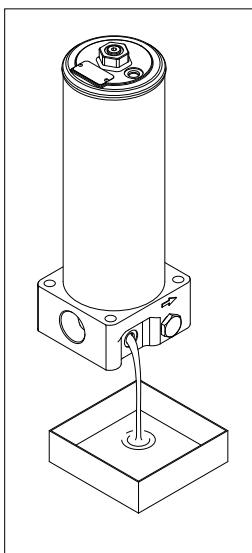

fig. 15
- (Fig. 15) Drenare il fluido di lavoro dal fondo della testata al recipiente di raccolta